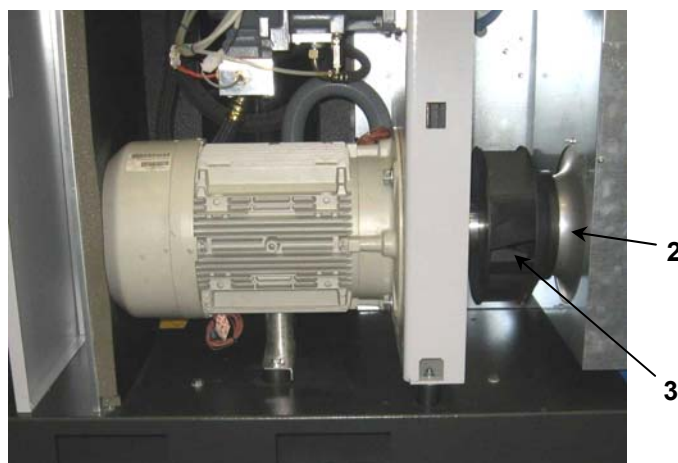

РИС. 31
25.1 СНЯТИЕ ВЕНТИЛЯТОРА ОХЛАЖДЕНИЯ (Рис. 31)